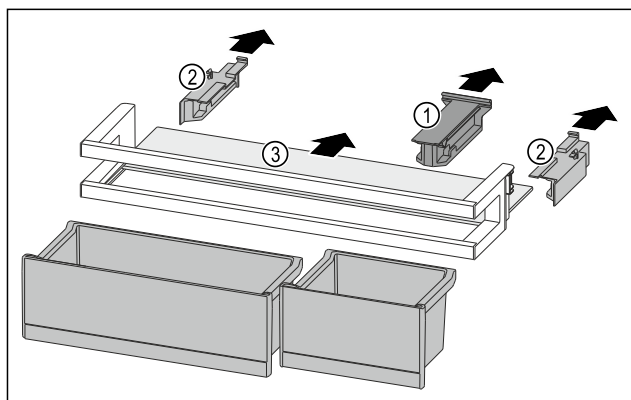

Fig. 122
- Retirer la pièce de retenue Fig. 122 (1).
- Retirer les parties latérales Fig. 122 (2).
- Retirer la tablette de rangement Fig. 122 (3).